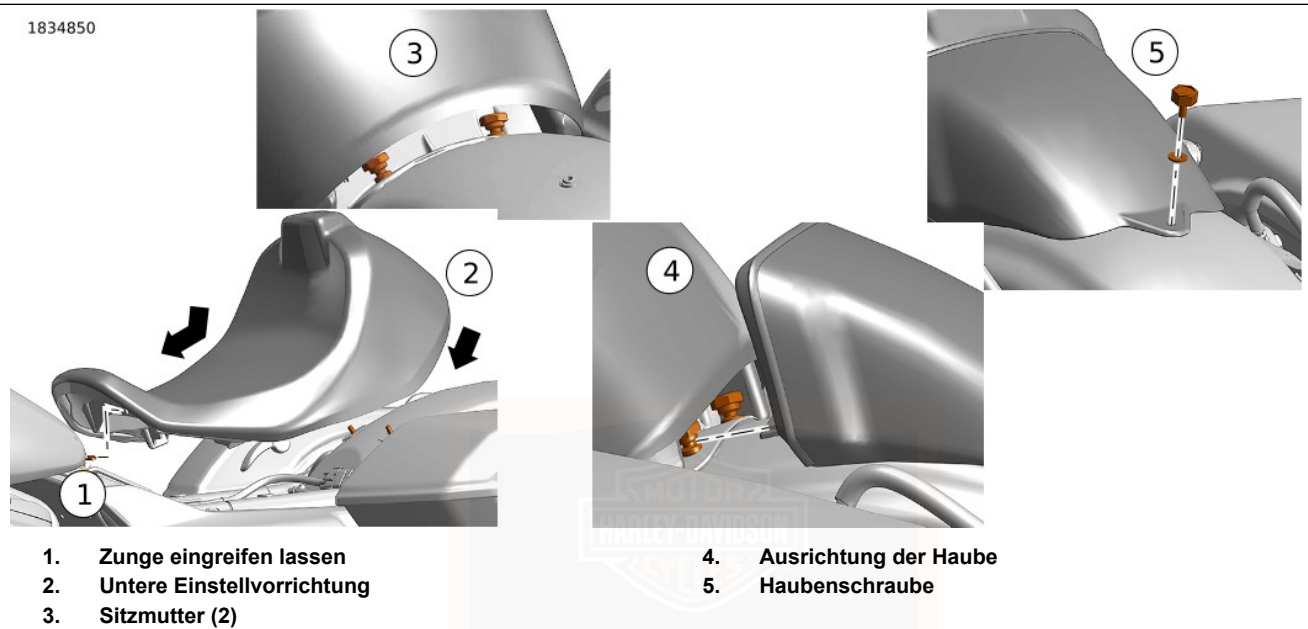

Abbildung 119. Sitz und Haube
1. Siehe Abbildung 119. Den Sitz nach vorne schieben, bis die Zunge am Rahmen in den Schlitz im Sitz (1) einrastet. Den hinteren Teil des Sitzes auf die Sitzbefestigungsbolzen (2) absenken.
2. Die Sitzmuttern (3) einbauen. Festziehen. 0,9–1,7 N·m (8,0–15,0 **in-lbs**)